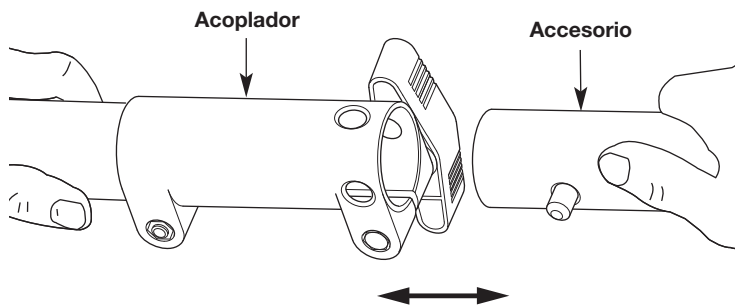
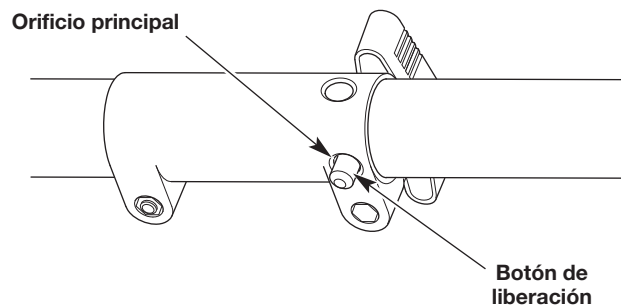

Fig. 4
Fig. 5
4. Presione el accesorio directamente dentro del acoplador (Fig. 4) hasta que el botón de liberación encaje a presión firmemente del orificio principal (Fig. 5).
3. Oprima y mantenga apretado el botón de liberación (Fig. 5).
4. Tire del accesorio directamente hacia fuera del acoplador (Fig. 4).